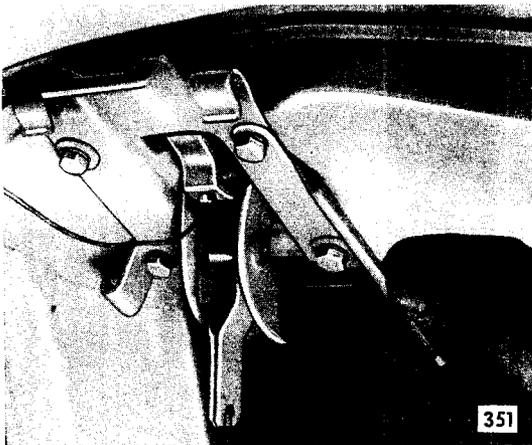

Bild 164 - Lage des Laderaumtürscharniers an Karosserie markieren
3. Lage des Laderaumtürscharniers mit einem weichen Bleistift markieren (Bild 164).